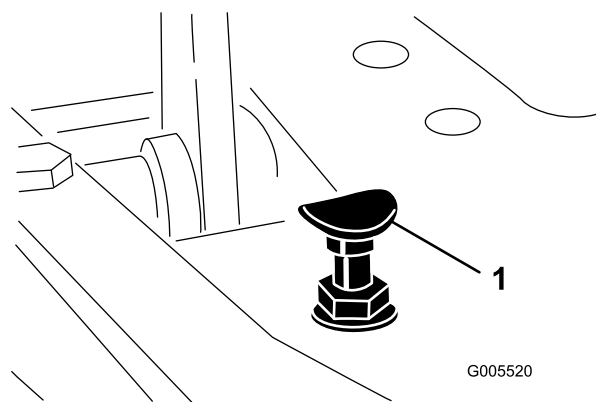

図 47
モードレバーを移動走行位置にセットし、ペダルを一杯に踏み込めば最高速度となります。ケーブルに張力が掛かる前にペダルがストップ図 47に当たる場合には調整が必要です。
1. モードレバーを移動走行位置にセットし、ペダルストップを固定しているロックナットをゆるめる図 47。